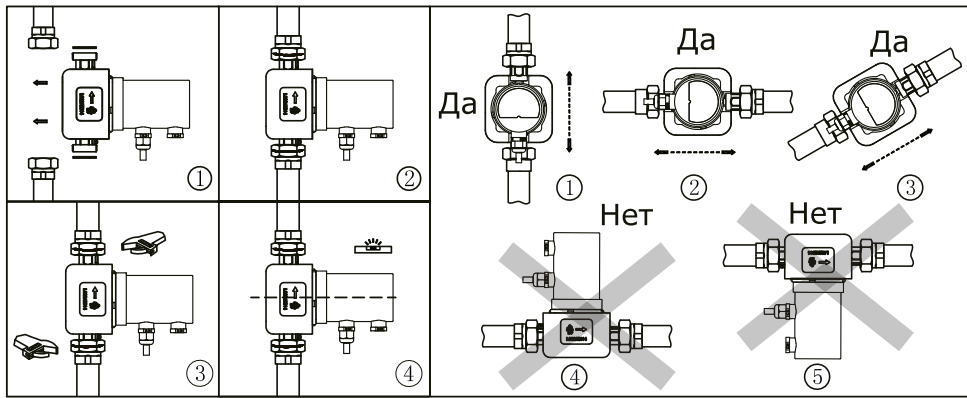

Рис.3 Установка циркуляционного насоса
- Вал двигателя циркуляционного насоса должен располагаться строго в горизонтальном положении (см. Рис.3);